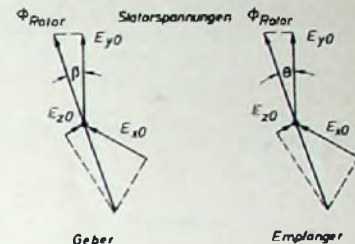

Bild 9. Statorspannungen im Geber und Empfänger bei $\varphi = 0^\circ$
a) $\theta = \beta, \varphi = 0$ (Bild 9):